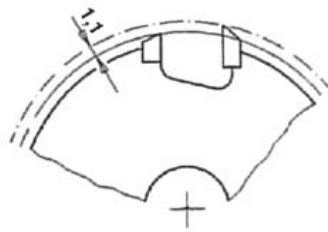

fig. 1
- Forma não redonda do corpo, com limitador sendo o máximo de rebaiço em relação ao cortante de 1,1 mm. (fig.1)
- Forma no redonda del cuerpo, con limitador o deflector, siendo el máximo saliente del cortante de 1,1mm. (fig.1)